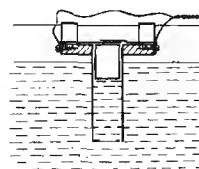

Fig. 375. L'apparecchio appeso, visto in sezione.
La figura 374 ci mostra come possiamo costruire un semplice segnalatore di livello, che richiami la nostra attenzione, per esempio, prima del traboccamento d'una vasca da bagno, d'un mastello per la raccolta della pioggia ecc. L'apparecchio è costituito da un tubo (1) del diametro di circa 30 mm e della lunghezza di circa 200 mm, munito, alla sua estremità inferiore, di linguette ripiegate verso l'interno, e alla sua estremità superiore, di linguette ripiegate verso l'esterno. Con queste ultime il tubo è inchiodato in un foro dell'assicella (2), sulla quale sono avvitate due molle di contatto (3) e (4), le cui estremità si sovrappongono, senza toccarsi, esattamente al centro della luce del tubo. Entro il tubo è collocato un piccolo galleggiante (5), cilindrico o sferico. Si può appendere l'intero apparecchio all'orlo d'un recipiente, per mezzo di due bride di lamiera (6) avvitate all'assicella. Al salire del livello dell'acqua nel recipiente, sale anche il galleggiante entro il tubo, fino ad incontrare la molla di contatto inferiore. Quest'ultima si flette allora verso l'alto e va a toccare l'altra molla; si chiude così un circuito di corrente, che mette in funzione una suoneria (fig. 375).